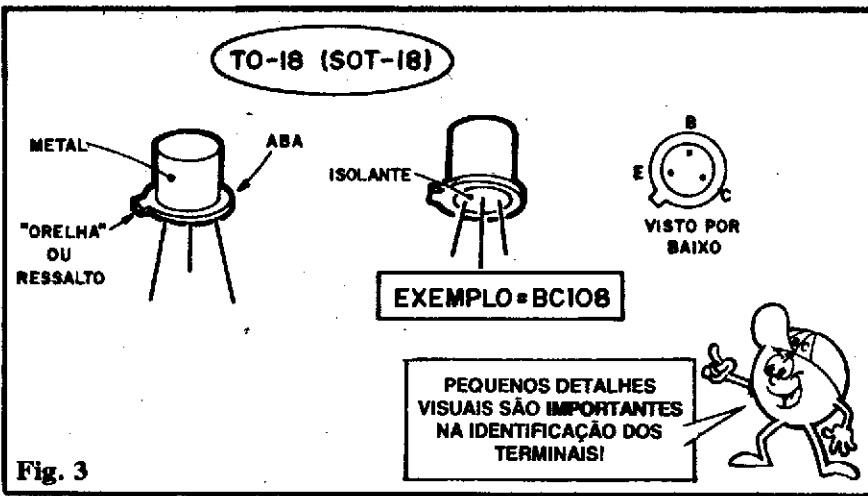

Fig. 3
- 3 - Os modernos mini-brinquedos com "miolo" eletrônico são realmente fantásticos, desde pequenos chaveiros que tocam música, bruxinhas "de bolso" que uivam lugubrememente, pintinhos que "piam" na mão, e essas coisas... A grande maioria desses brinquedos funciona a partir de um chip (Circuito Integrado específico) especial, feito "de indústria para indústria" ao qual o Leitor/Aluno dificilmente terá acesso direto (não estão à venda, nos balcões das lojas de componentes...). Entretanto, com um pouco de criatividade, e algum conhecimento básico de componentes comuns e arranjos circuitais também simples, podemos realizar montagens de desempenho muito próximo daquele mostrado pelos fantásticos brinquedos modernos...! O Leitor/Aluno Miro Carlos Alvarenga, de São José do Rio Preto - SP (diz, na carta, que já é um hobbyista de Eletrônica há algum tempo, mas que está seguindo ABC para aperfeiçoar suas bases teóricas...), a partir de idéias que "aperfeiçoou", circuitos que viu em publicações e algumas experiências, criou um brinquedinho acionado pelo toque da mão, cujo esquema, montagem e sugestão para finalização encontram-se na fig. 3. No esquema vemos que dois transistores de polarização complementar (um NPN e um PNP) estão interligados de modo a formar um oscilador simples (estudaremos essas configurações numa "Aula" muito próxima do ABC...), cuja realimentação é basicamente regida por uma cápsula piezo (espécie de mini-fonte, ou mini alto-falante, feita com um cristal que pode "transformar" rápidas manifestações elétricas em SOM...). Esta, pela sua própria construção, age também como um capacitor, determinando uma certa constante de tempo responsável, pela velocidade ou ritmo das variações ocorridas no circuito... Além disso, a cápsula piezo "manifesta" audivelmente as tais variações (emite SOM...). Dois resistores "ajudam" a polarizar os
- FIG. 3 - Alguns dos transistores de silício mais "antigos", incluindo-se aí muitos que devam funcionar em frequências mais altas, são encapsulados num pequeno cilindro metálico, apresentando, na sua parte inferior, uma espécie de aba, que contém ainda um pequeno ressalto ou "orelha". Trata-se do "modelo" TO-18 (também "chamado" de SOT-18). Observar que a base do componente (superfície na qual estão "encastoados" os terminais) não é, obviamente, metálica (caso contrário simplesmente colocaria "em curto" os três terminais...),